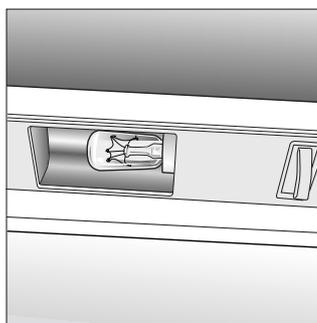

Fig. 3
- Cómo cambiar la bombilla interior: En la parte trasera de la caja termostato está situada la bombilla de alumbrado interno. En caso de tener que reemplazarla, desenrosca la bombilla agotada y sustitúirla con otra cuya potencia no sea de más de 15 W actuando según se indica en la fig. 3.